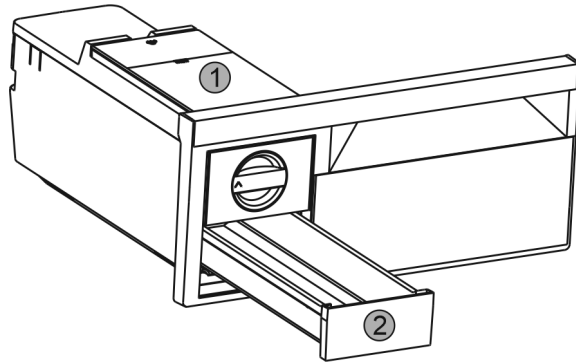

Fig. 50
- Watertank Fig. 50 (1) en ijsblokjeslade Fig. 50 (2) verwijderen.